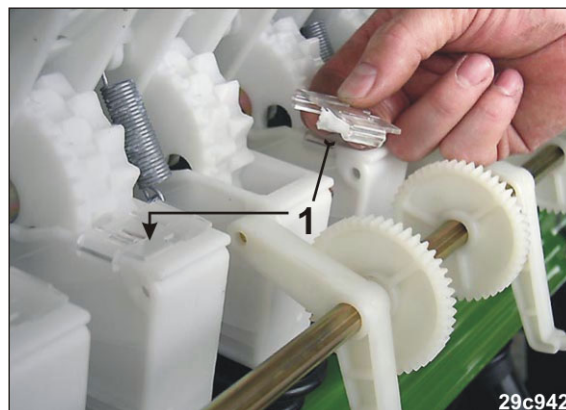

Fig. 224
2. Marquer les nouvelles roues de distribution du jalonnage en insérant les fines broches à roue de distribution (Fig. 224/1) sur les nouveaux carters de distribution de jalonnage.